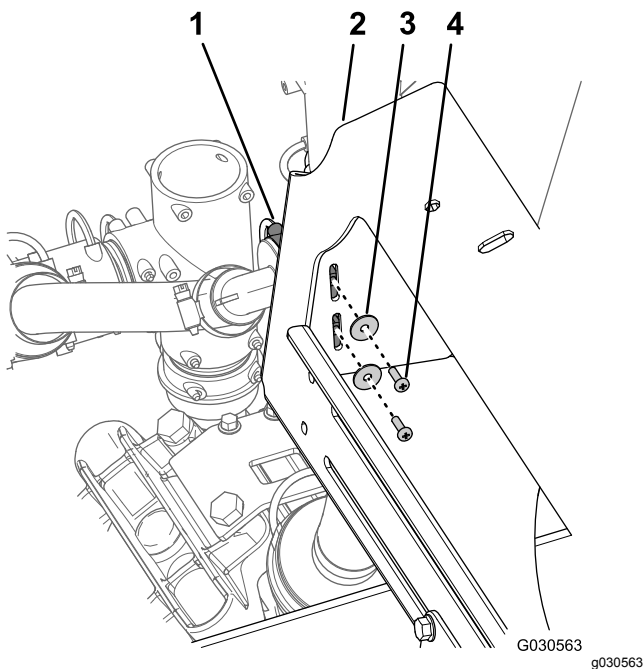

Figura 97
1. Retire los 2 tornillos de cabeza redonda (Nº 10 x $\frac{5}{8}$ ") y las 2 arandelas (Nº 10) que fijan el acoplamiento en T a la izquierda del bastidor del distribuidor (Figura 97).